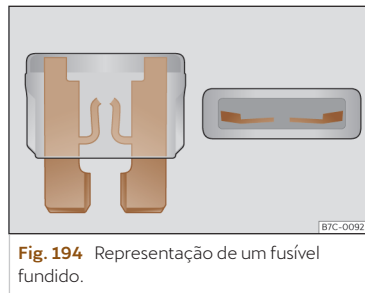

Fig. 194 Representação de um fusível fundido.
- Irá reconhecer um fusível fundido se a tira de metal estiver fundida >>> **Fig. 194**.